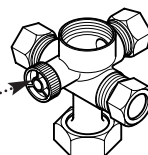

Fig. 71
11.14 Expansion Relief Valve Cartridge (Fig. 71)